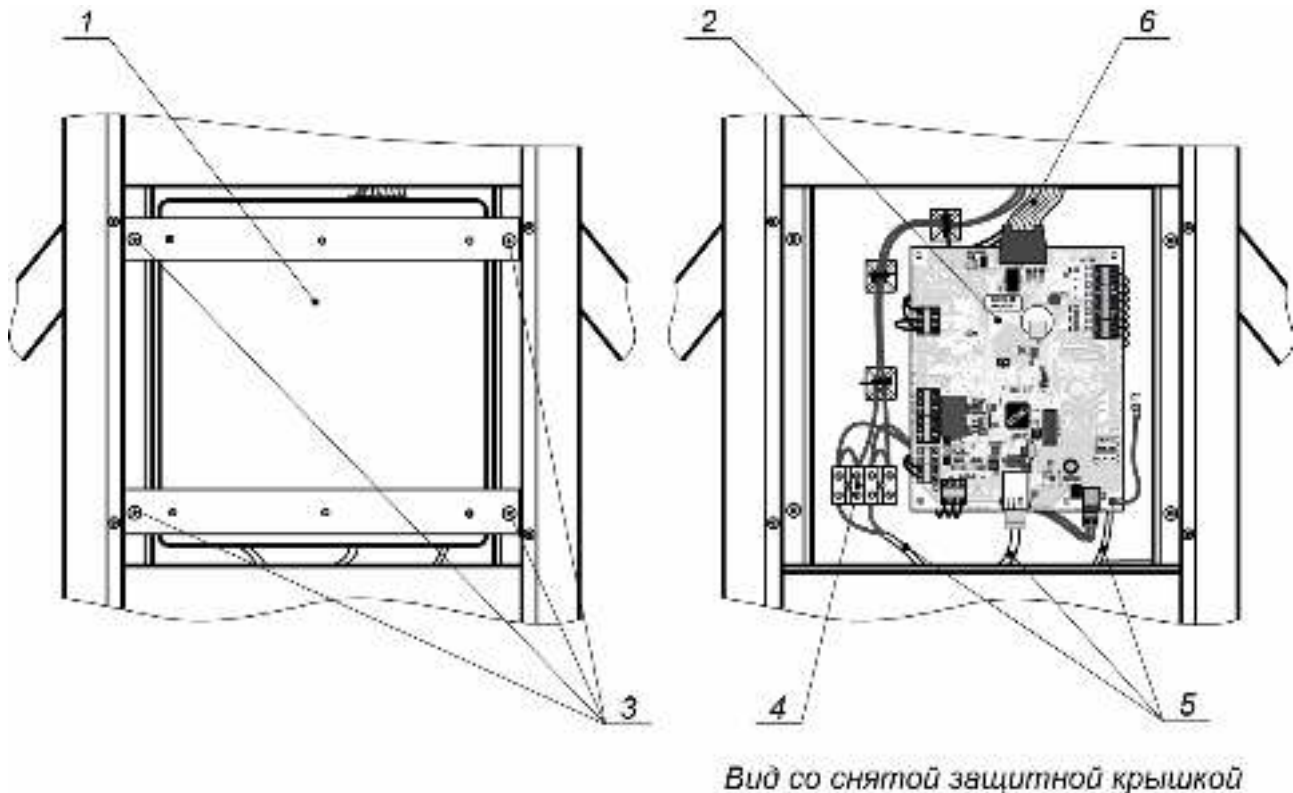

Рисунок 11. Снятие защитной крышки контроллера ЭП
8. Снимите защитную крышку контроллера ЭП (1, рис. 11), предварительно открутив отверткой с крестовым шлицем 4 винта (3, рис. 11), фиксирующие крышку на стойке.
- кабеля питания (8) к выносной клеммной колодке **X1** (4, рис. 11), расположенной рядом с платой контроллера ЭП;
- кабеля *Ethernet* (9) – к клеммной колодке **S** контроллера ЭП
- кабеля ПДУ (13) – к клеммной колодке **XT2** контроллера ЭП;
17. Установите защитную крышку контроллера ЭП (1, рис. 11) в порядке, обратном снятию.
20. Установите маховик (5) с преграждающими планками (3) в следующем порядке:
- Зафиксируйте маховик тремя болтами (6), установив под головку каждого болта пружинную шайбу. Затяжка болтов должна обеспечивать надежную фиксацию маховика относительно вала механизма ЭП (без люфта и перекосов).